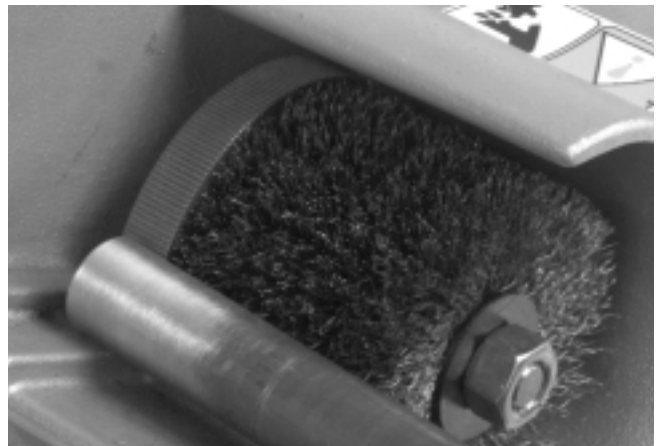

Figure 7 – Ebarbage de l'extérieur du tuyau
4. Éliminez les bavures externes en tournant le tuyau contre l'ébarbeuse (*Figure 7*). Cela permettra également de chanfreiner l'extrémité du tuyau afin d'en faciliter l'introduction dans le raccord.